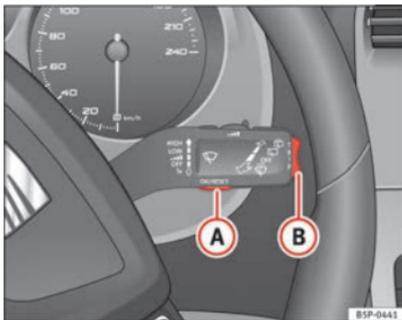
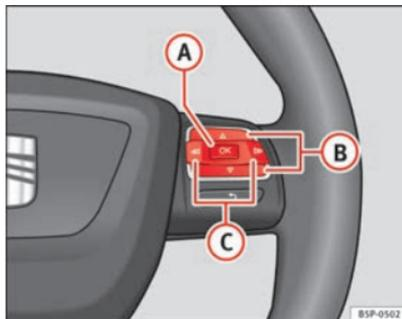

Abb. 45 Scheibenwischerhebel: Taste A zur Bestätigung von Menüpunkten und Wippe B zum Wechseln der Menüs
Abb. 46 Bedienelemente am Lenkrad: Taste A zum Bestätigen der Menüpunkte und Tasten B zum Wechseln der Menüs
- Zum Aufrufen des Menüs „Einstellungen“ drücken Sie die Taste **(C)** ⇒ Abb. 46, bis die entsprechende Anzeige am Display erfolgt. Nun befinden Sie sich in diesem Menü.
- Zum Umschalten zwischen den Speichern drücken Sie bei eingeschalteter Zündung kurz die Taste **A** ⇒ Abb. 45 ⇒ Seite 71 am Scheibenwischerhebel oder die Taste **OK** am Multifunktionslenkrad ⇒ Abb. 46 ⇒ Seite 71.
In der Multifunktionsanzeige können Sie durch Betätigen der Wippe **B** ⇒ Abb. 45 ⇒ Seite 71 am Scheibenwischerhebel oder durch Drücken der Taste **Δ** bzw. **▽** ⇒ Abb. 46 am Multifunktionslenkrad* die folgenden Daten abfragen.
- Drücken Sie die Taste  bzw.  am Multifunktionslenkrad* ⇒ **Abb. 46**, bis das Menü **Fzg-Status** angezeigt wird.